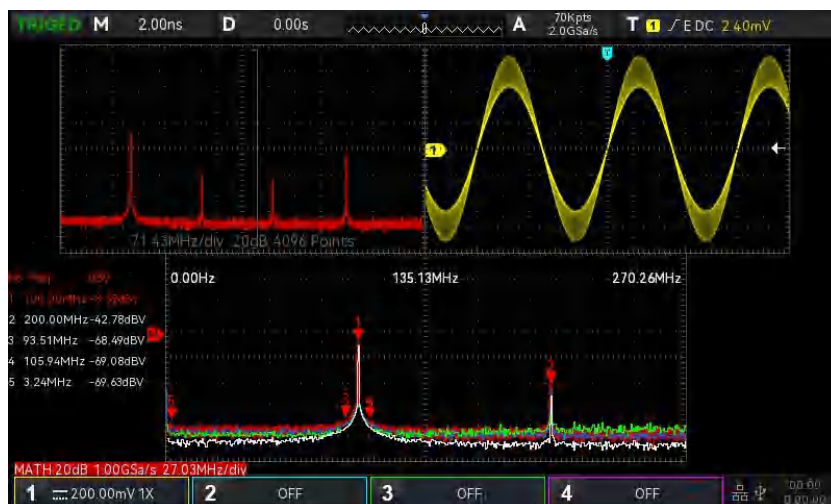

图 17-1
- 分屏：将信源波形和 FFT 频谱波形分窗口显示，同时对频谱进行扩展显示，如下图 17-1 所示。